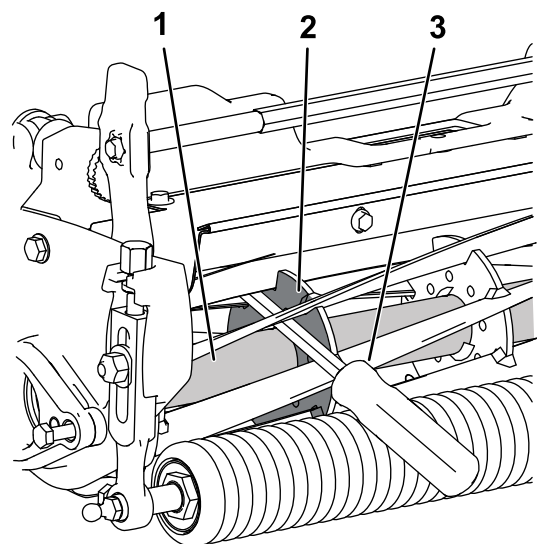

Figura 12
- B. Posizionate il piede di porco contro il lato di saldatura della piastra di supporto del cilindro (Figura 12).
- A. Inserite un piede di porco con manico lungo (è consigliato un piede di porco da $\frac{3}{8}$ " x 12", con manico a cacciavite) attraverso la parte anteriore del cilindro di taglio, più vicino al lato dell'apparato di taglio da serrare (Figura 12).